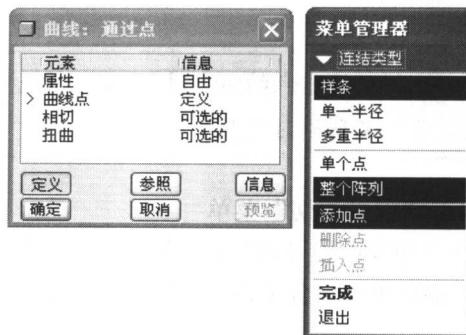

图 1-4 “曲线：经过点”对话框和“连结类型”菜单
Step 2 在右侧特征创建工具栏中单击“插入基准曲线”按钮 \sim ，弹出“曲线选项”菜单。在该菜单中单击“经过点”|“完成”命令，弹出“曲线：通过点”对话框和“连结类型”菜单，如图 1-4 所示。